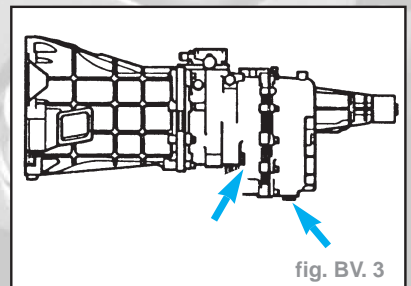

fig. BV. 3
- Dévisser les deux bouchons de vidange situés côté droit du carter de la boîte de transfert et au fond du carter arrière (fig. BV. 3).